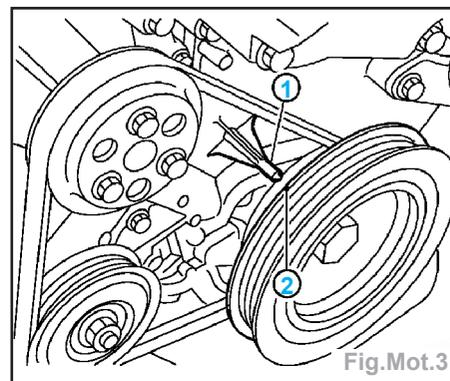

Fig.Mot.3
- tourner la poulie du vilebrequin dans le sens des aiguilles d'une montre (vu depuis l'avant du moteur) et faire correspondre le repère d'alignement PMH de la poulie du vilebrequin (incolore) (2) avec l'indicateur de calage (1) sur le couvercle avant (Fig.Mot.3),